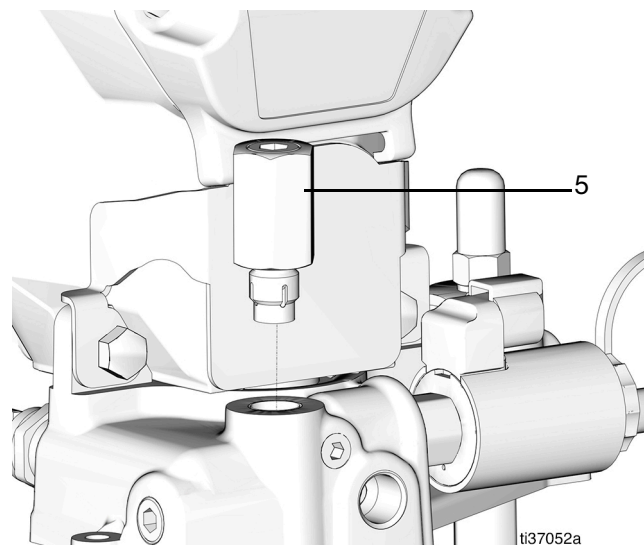

FIG. 31
9. Retirez la cartouche de la vanne de décompression (5) (FIG. 31).